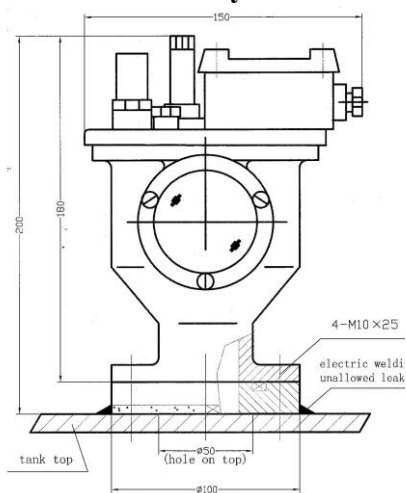

Рис. 5. Модель QJ1-40
4. Внешний вид и установочные размер (см. Рис. 5, 6, 7, 8, 9 и 10)